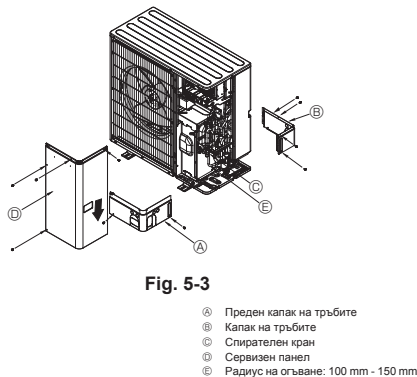

Fig. 5-3
5.3. Тръби за хладилен агент (Fig. 5-3)
- ① Извършете свързване на тръбите за хладилен агент за вътрешното/външното тяло, когато спирателният кран на външното тяло е изцяло затворен.
- ② Продувайте въздуха с вакуум от вътрешното тяло и свързващите тръби.
- ③ След свързване на тръбите за хладилен агент, проверете свързаните тръби и вътрешното тяло за изтичане на газ. (Вижте 5.4 Метод за тестване на херметизацията на тръбите за хладилен агент)
- ④ При сервизния порт на спирателния кран се използва високопроизводителна вакуумна помпа, за да се поддържа вакуум за съответното време (поне един час след достигане на -101 kPa (5 Torr)), за да се изсуши с вакуум вътрешната част на тръбите. Винаги проверявайте степента на вакуум при манометъра. Ако има останала влага в тръбата, степента на вакуум понажко̀а не се постига с краткотрайно прилагане на вакуум.